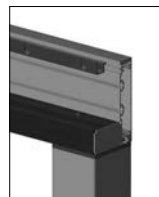

Abb. 56
- » Regenrinne mit Bohrschraube am Längsprofil an den vorgebohrten Stellen verschrauben (Abbildung 56)